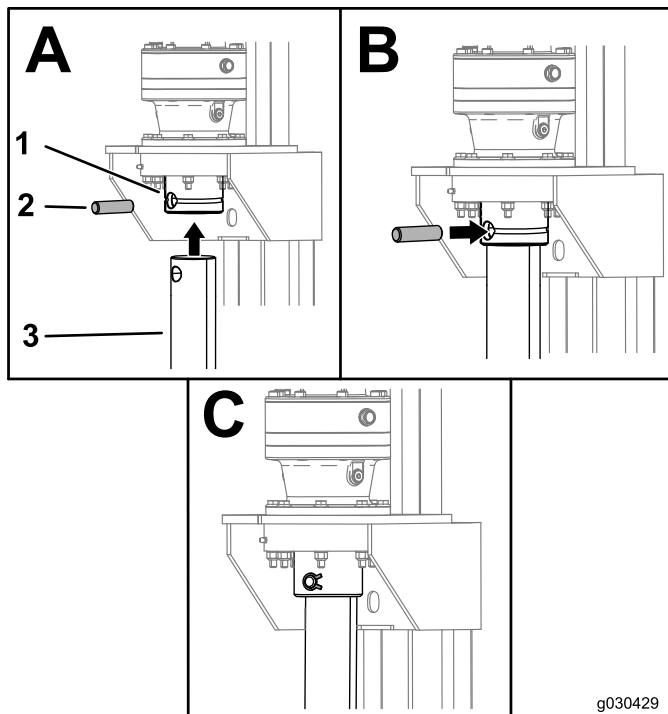

Figura 5
Instale las estacas nuevas alineando el taladro de la estaca con el taladro del motor, y sujételas con los pasadores y los clips que retiró anteriormente (Figura 5).
5. Amarre la estaca al motor como se muestra en Figura 5.